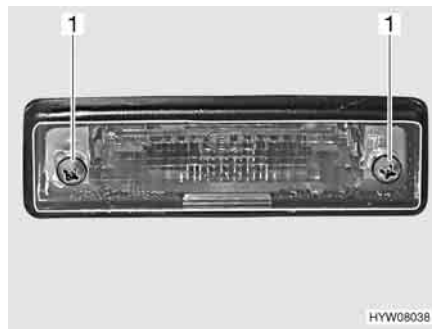

Fig. 120 Luci posteriori (luce targa)
- Svitare due viti degli involucri (Fig. 120,1).